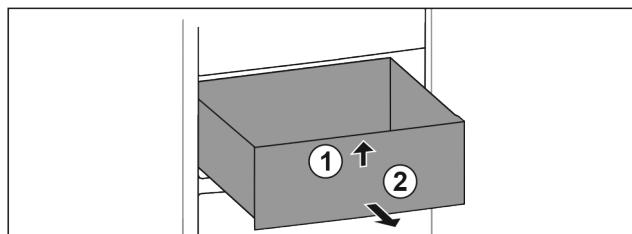

Fig. 62
- Приподнимите выдвижной ящик спереди. Fig. 62 (1)
- Извлеките выдвижной ящик движением вперед. Fig. 62 (2)